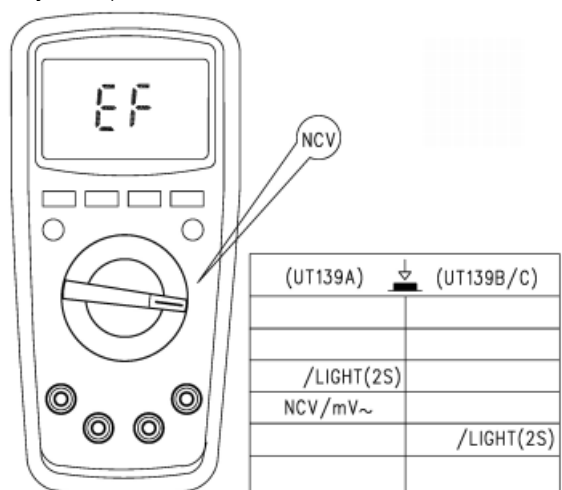

Рисунок 12
**9.9. Бесконтактное обнаружение переменного напряжения (см. Рисунок 12)**